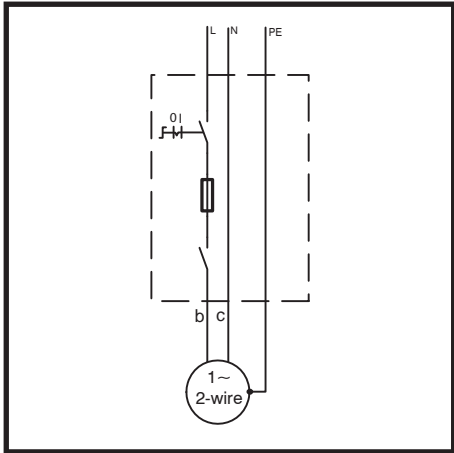

Fig.: 16
2. Conexión a 2 conductores Super Stainless (Fig.: 16)